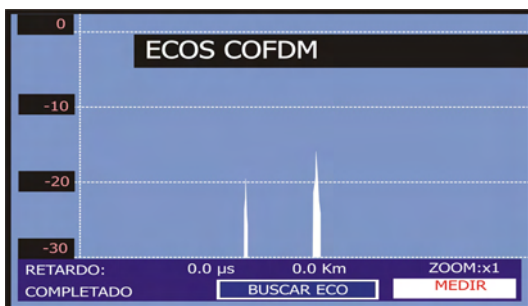

Figura 51.- ECOS detectados.
2. Pulse el selector rotativo. El cursor vertical se situará sobre el primer eco (Figura 51.-).